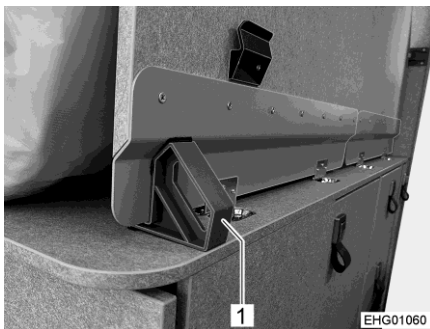

Bild 55 Säkingskil
- Dra ut säkringskilen (Bild 55,1) åt sidan.
- Tryck in säkringskilen (Bild 55,1).